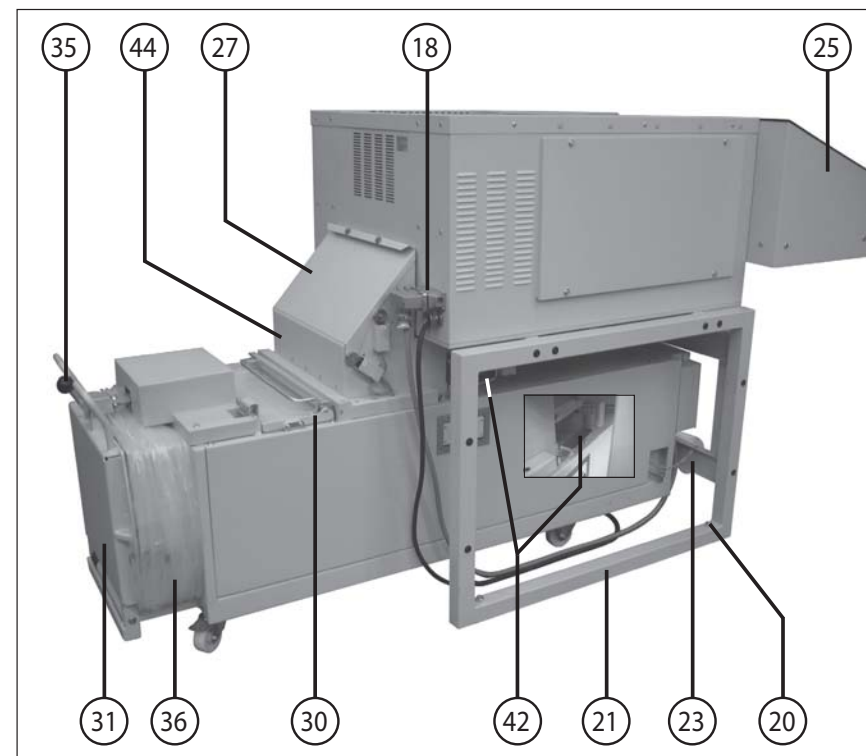

Fig. 2
- 18 = Caja de enchufe (fig. 2)
20 = Tornillo de compensación (fig. 2)
27 = Tapa de cubierta (fig. 2 y 5)